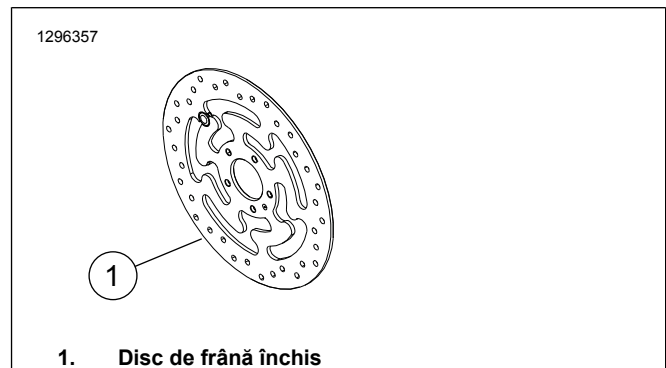

Figura 1. Stil disc de frână față
- Șuruburile discului de frână (Consultați Figura 1 și Tabelul 1)